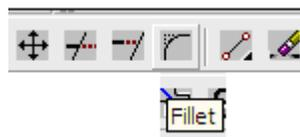

Figura 109
31. Seleccione el comando *Fillet* da la barra de herramientas *2D Sketching*, como se muestra en la *figura 109*.